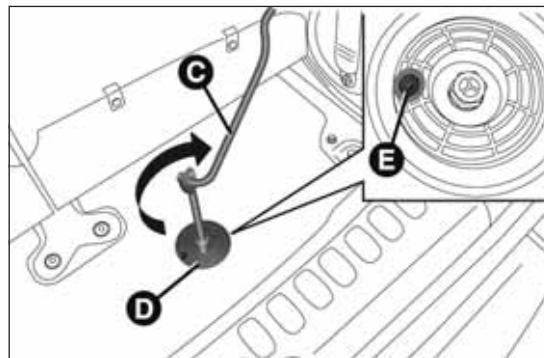

fig. 39
- ☐ introducir la llave C fig. 39 en el dispositivo D y girarla hacia la derecha para apretar el perno de bloqueo que sujeta la rueda de repuesto. El dispositivo está enganchado correctamente cuando en la abertura E del orificio aparece una franja de color amarillo;